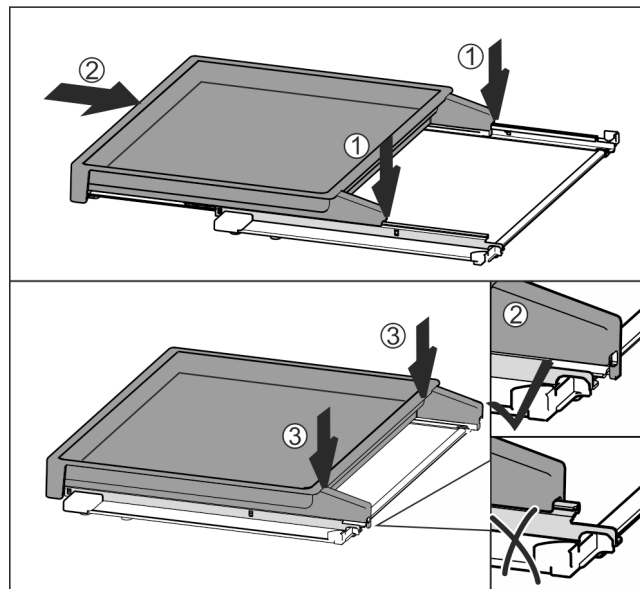

Fig. 51
- ▶ Mittig auf Schienen aufsetzen Fig. 51 (1).
- ▶ Auszugsbord vollständig einschieben Fig. 51 (2).
- ▶ An hinterer Seite drücken bis es hörbar einrastet Fig. 51 (3).